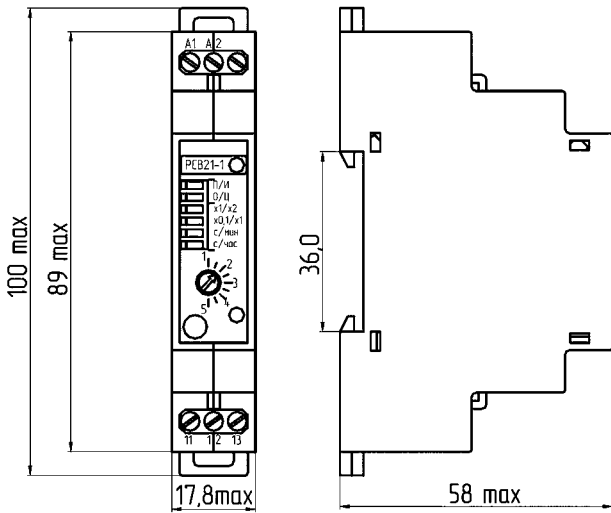

Рисунок 1. реле с креплением на DIN-рейку
Реле времени содержит (рис. 1) электромагнитное реле РП21М (поз. 1) и полупроводниковую приставку времени (поз. 2). Регулировка выдержки времени осуществляется с помощью ручки (поз. 3) на лицевой панели.
- без розетки – крепление на панели при помощи двух винтов М4, с ламелями под пайку для заднего присоединения (рис. 1);
- на DIN-рейку 35 мм (рисунок 1);